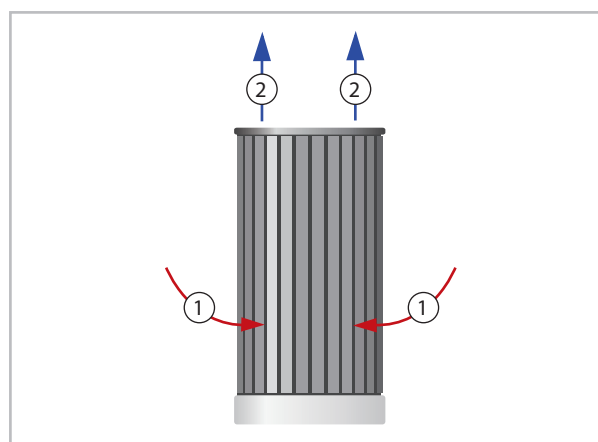

Abb. 21: Luftansaug und Luftausblas beim Außenmodul
- Der Luftansaug erfolgt im unteren Bereich im Lamellenwärmetauscher. Der Luftausblas erfolgt senkrecht nach oben (Abb. 21).